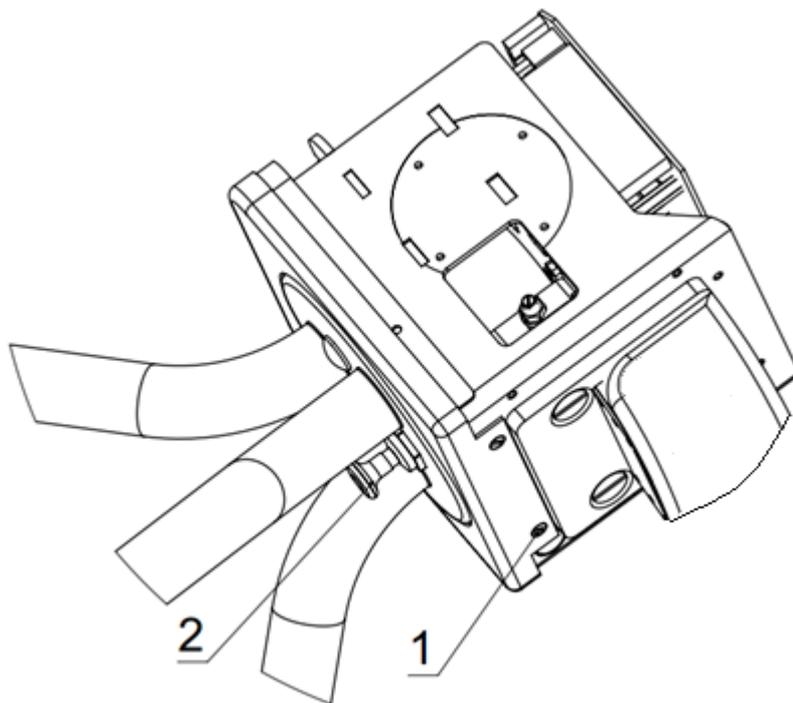

Рис. 7.
- оттяните стопор фиксации 2 планок (рис. 7) , удерживая одну планку рукой в зафиксированном положении, разложите остальные планки в рабочее положение.
Переход в этот режим осуществляется механическим путем. Переведите турникет в режим «антипаника», для этого нажмите на пульте кнопку 4. Оттяните стопор фиксации 2 планок (рис. 7) , удерживая одну планку рукой в зафиксированном положении, другой рукой проверните другую планку по часовой стрелке, так чтобы все